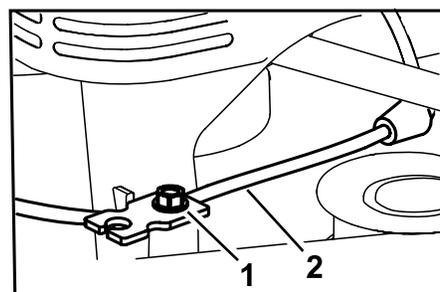

Рисунок 43
5. Ослабьте винт зажима троса (Рисунок 43).